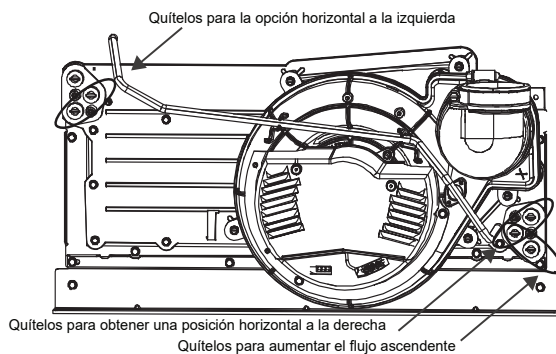

Fig. 13 – Tapones de drenaje
2. Quite dos de los tapones de drenaje de la caja del colector instalados de fábrica. Tapones de drenaje de orientación específica, consulte Fig. 13.
4. Quite el drenaje apropiado de la caja del colector; consulte la fig. 13.